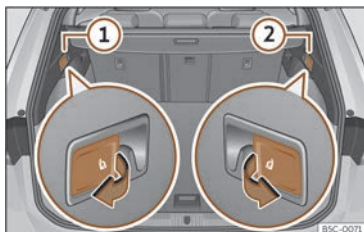

Abb. 106 Im Gepäckraum: Hebel zum Entriegeln der Rücksitzlehne.
- Ziehen Sie am Hebel zur Fernentriegelung auf der linken >>> (**Abb. 106**) ① oder rechten ② Seite der Rückenlehne in Pfeilrichtung. Der entriegelte Teil der Rücksitzbank klappt nun automatisch nach vorn um.